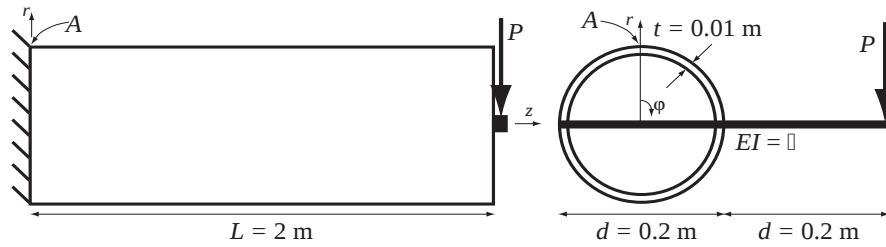

FIG. 2 Konsolbalk belastad med excentrisk punktlast (OBS! ej proportionell skiss)
2. En balk, med längden $L = 3 \text{ m}$ och med ett tunnväggigt, cirkulärt tvärsnitt med diametern $d = 0.2 \text{ m}$ och tjockleken $t = 0.01 \text{ m}$, monteras och belastas med en excentrisk punktlast P enligt Fig. 2. (Punktlasten angriper via en helt stel hävarm).